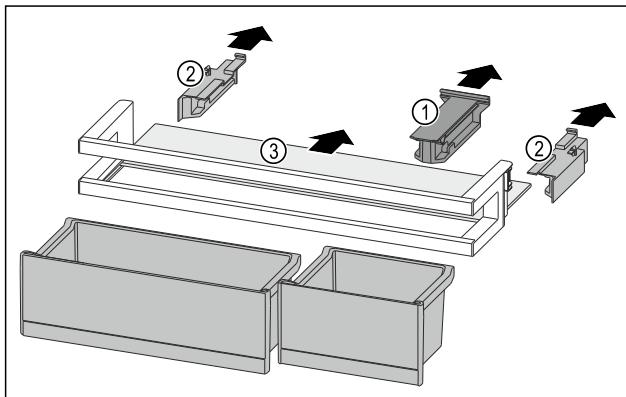

Fig. 97
- Изтеглете задържащата част Fig. 97 (1).
- Изтеглете страничните части Fig. 97 (2).
- Свалете рафта Fig. 97 (3).